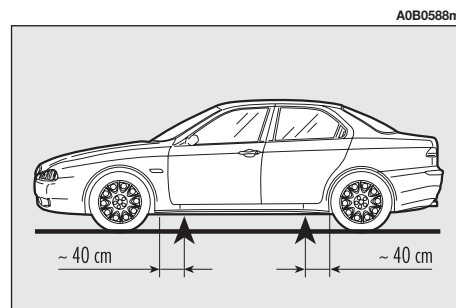

fig. 79
**Le soulèvement de la voiture doit exclusivement s'effectuer en plaçant le cric ou le plateau du bras du pont d'atelier aux endroits indiqués (fig. 79).**
La voiture ne doit être soulevée que latéralement en plaçant l'extrémité des bras ou le pont d'atelier dans les zones illustrées, à 40 cm environ du profil inférieur de la caisse (fig. 79).